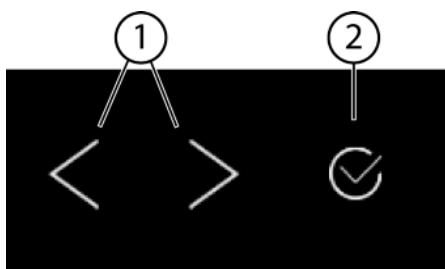
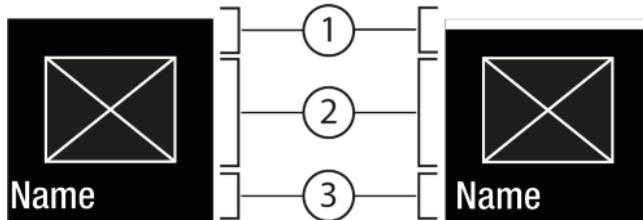
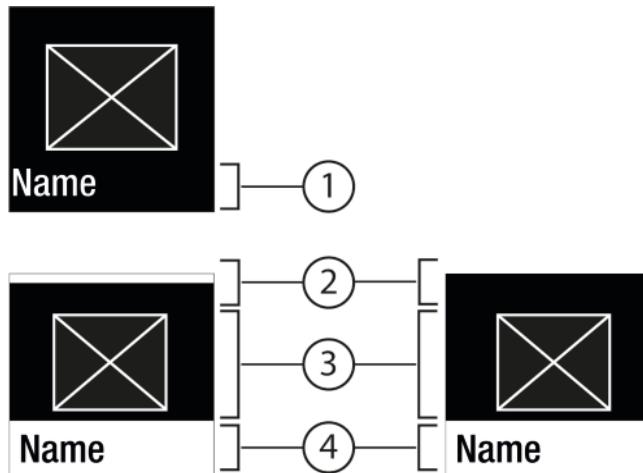

Fig. 5
Fig. 6
Fig. 7
(1) Навигационная стрелка влево / вправо
(2) Подтвердить
#### Навигационная стрелка влево / вправо Fig. 5 (1):
#### Подтвердить Fig. 5 (2):
- Навигация при помощи навигационной стрелки влево / вправо Fig. 5 (1).
- С помощью Подтвердить Fig. 5 (2) активировать Fig. 6 (1) / деактивировать Fig. 6 (1) функцию / настройку.
- С помощью Подтвердить Fig. 5 (2) вызвать Подменю Fig. 7 (4).
- Установка нового значения: С помощью Подтвердить Fig. 5 (2) выбрать деактивированное значение Fig. 6 (1).
- Назад в меню: С помощью Подтвердить Fig. 5 (2) выбрать уже активированное значение Fig. 6 (2).
- Навигационные стрелки Fig. 5 (1) нажмите до тех пор, пока не появится индикация функции .
- Нажмите на Подтвердить Fig. 5 (2).
- Навигационные стрелки *Fig. 5 (1)* нажимайте до тех пор, пока не появится индикация функции.
- Нажмите на Подтвердить *Fig. 5 (2)*.
- С помощью навигационных стрелок *Fig. 5 (1)* выберите значение настройки.
- ▷ Состояние: активировано *Fig. 6 (1)* появляется ненадолго в Подменю *Fig. 7 (4)*.
- Нажмайте навигационные стрелки *Fig. 5 (1)* до тех пор, пока не появится индикация настроек .
- Нажмайте навигационные стрелки *Fig. 5 (1)* до тех пор, пока не появится индикация требуемой настройки.